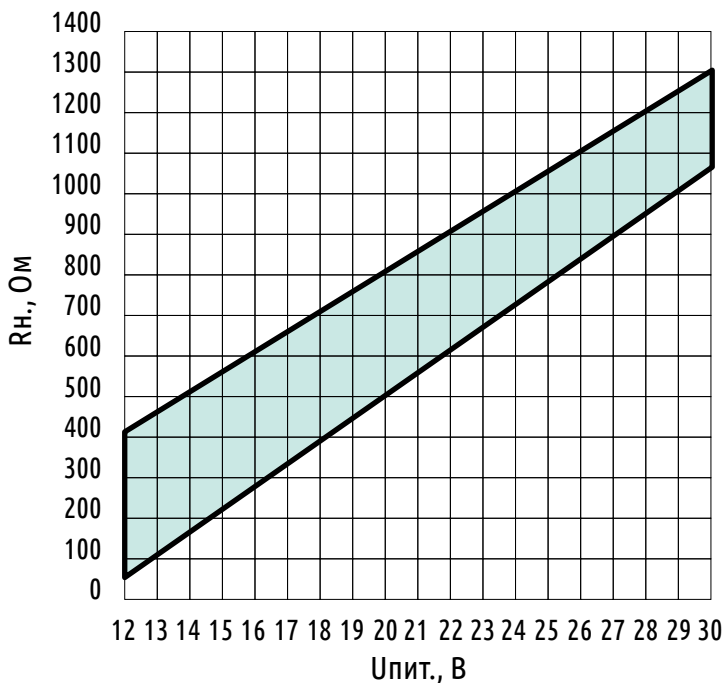

Рисунок 1 - Допустимое сопротивление нагрузки токового выхода
Максимальное допустимое сопротивление нагрузки для токовых выходов	см. Рисунок 1
- Обеспечить корректное сопротивление нагрузки для датчиков с аналоговыми выходами (см. раздел 1.4). Для датчиков с токовыми выходами обязательно подключение дополнительного нагрузочного сопротивления (см. рисунок 1).
ВНИМАНИЕ! При подключении токовых выходов датчика необходимо последовательно с измерительным сопротивлением входа прибора ($R_{изм}$) подключать дополнительное нагрузочное сопротивление (R_n) с таким номиналом, чтобы сумма сопротивлений $R_{изм}$ и R_n была в зоне допустимой нагрузки при данном напряжении питания (см. рисунок 1). Это необходимо для уменьшения влияния эффекта самонагрева. Например, для напряжения питания 24 В, сумма сопротивлений $R_{изм}$ и R_n должна быть не менее 700 Ом и не более 1 кОм.